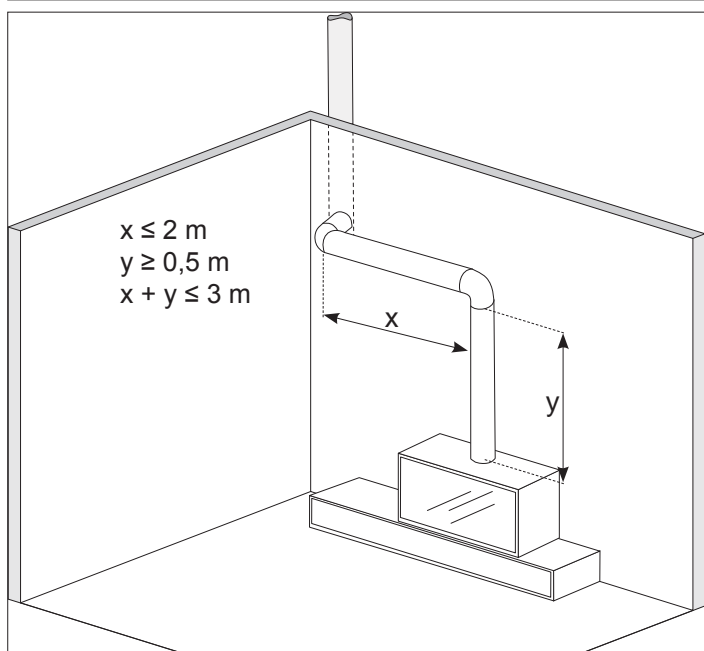

fig. 5.3
- Pour raccorder le poêle à la cheminée il est possible d'effectuer au maximum 3 changements de direction non supérieurs à 90°, avec une longueur du canal de fumée non supérieure à 2 mètres en projection horizontale et au maximum 3 mètres au total (fig.5.3).